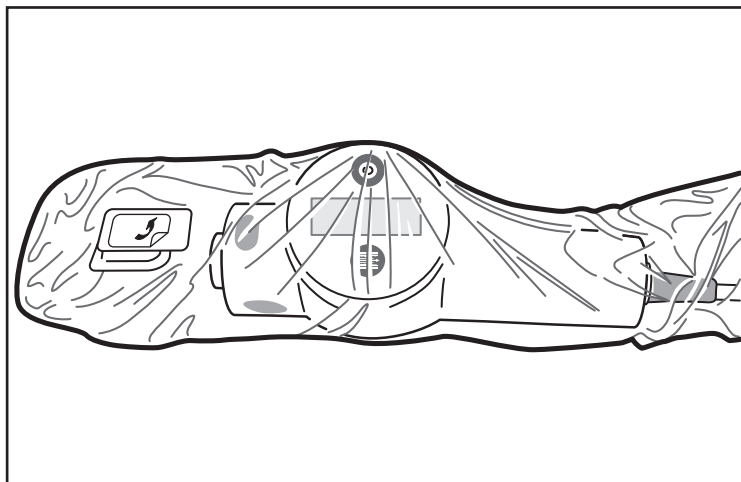

Figura 6. Bolsa posicionada
7. Para posicionar a bolsa, não faça avançar mais a Unidade de Acionamento do Motor MDU5 PLUS para dentro da mesma assim que obtiver um encaixe devidamente apertado. O operador no campo esterilizado não necessita de fazer avançar a Unidade de Acionamento do Motor MDU5 PLUS na íntegra até à placa dianteira da bolsa. É normal que exista um espaço entre a abertura da Unidade de Acionamento do Motor MDU5 PLUS e a placa dianteira existente na bolsa (Figura 6).